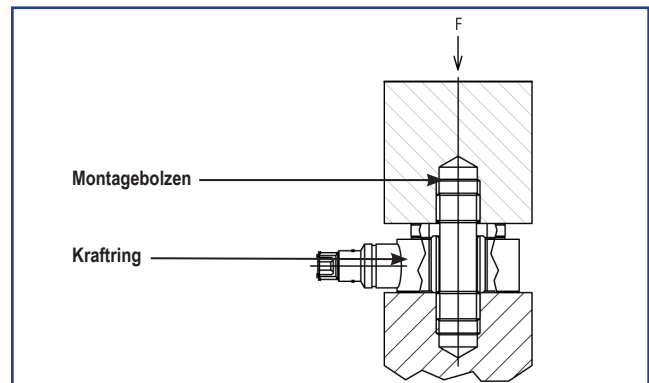

Abbildung 13 Eingebauter Krafring
Ein ordnungsgemäß montierter und vorgespannter Krafring ist in Abbildung 13 dargestellt.
- 1.) Messaufbau durchführen, wie in Abbildung 13 dargestellt